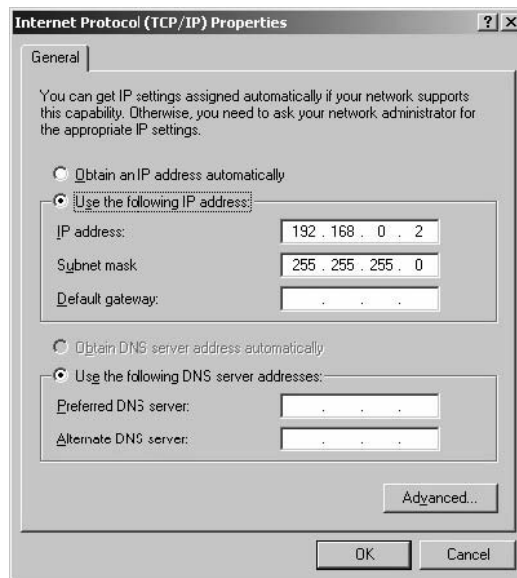

Abbildung 14: TCP/IP-Eigenschaften
4. Wählen Sie **Internet Protocol (TCP/IP)** (*Internetprotokoll (TCP/IP)*) und klicken Sie auf die Schaltfläche **Properties** (*Eigenschaften*), um das Fenster mit den TCP/IP-Eigenschaften anzuzeigen (Abbildung 14).